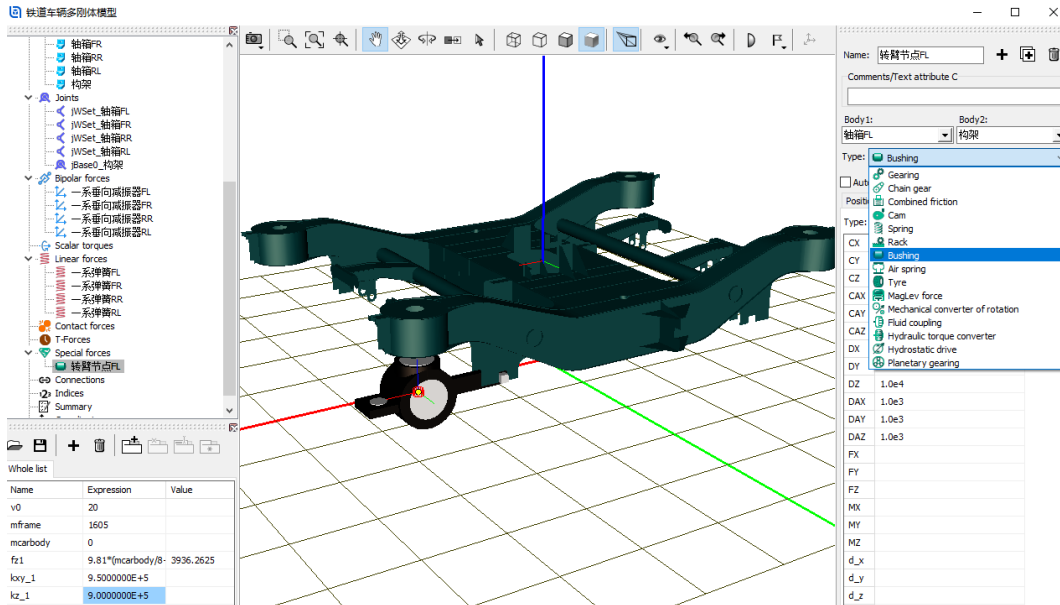

图 3-17
- 12) 选中左侧模型树 **Special forces**，点击右侧按钮 **+**，创建第一个转臂节点力元，命名为**转臂节点 FL**，从下拉菜单中选择 **Bushing**，**Body1** 选择**轴箱 FL**，**Body2** 选择**构架**，如图 3-17。